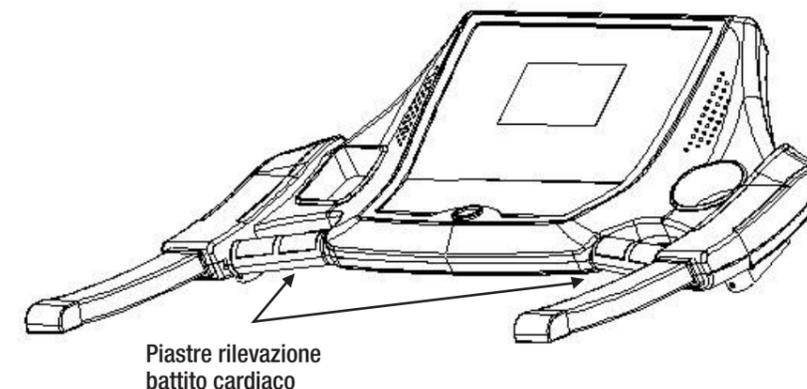

FIG. 17
7. Durante l'esercizio valutare spesso il vostro battito cardiaco, impugnando con entrambe le mani le piastre sensibili sui corrimano (Fig. 17).